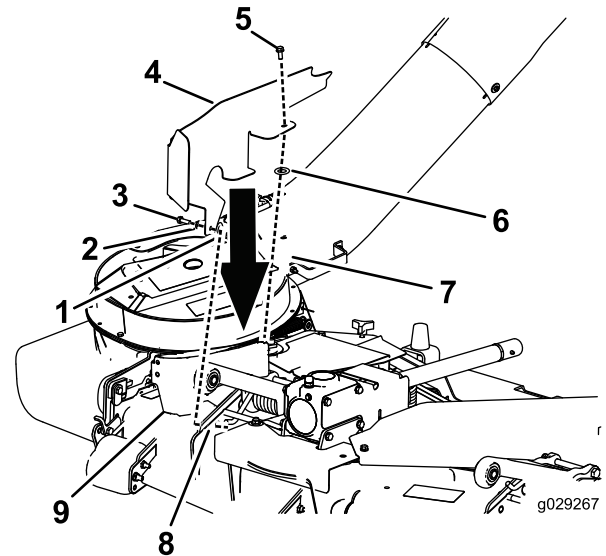

Figura 11
2. **Per i modelli con sistema di raccolta dell'erba:** Montate il carter di destra (Figura 11).